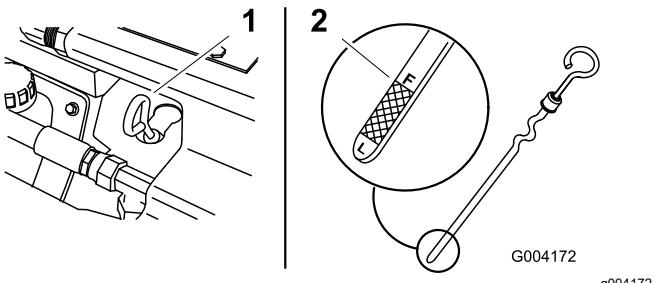

Рисунок 35
- Очистите область вокруг масломерного щупа (Рисунок 35).
- Вытяните масломерный щуп и вытрите металлический конец начисто (Рисунок 35).
- Вставьте щуп в масломерную трубку до упора (Рисунок 35).